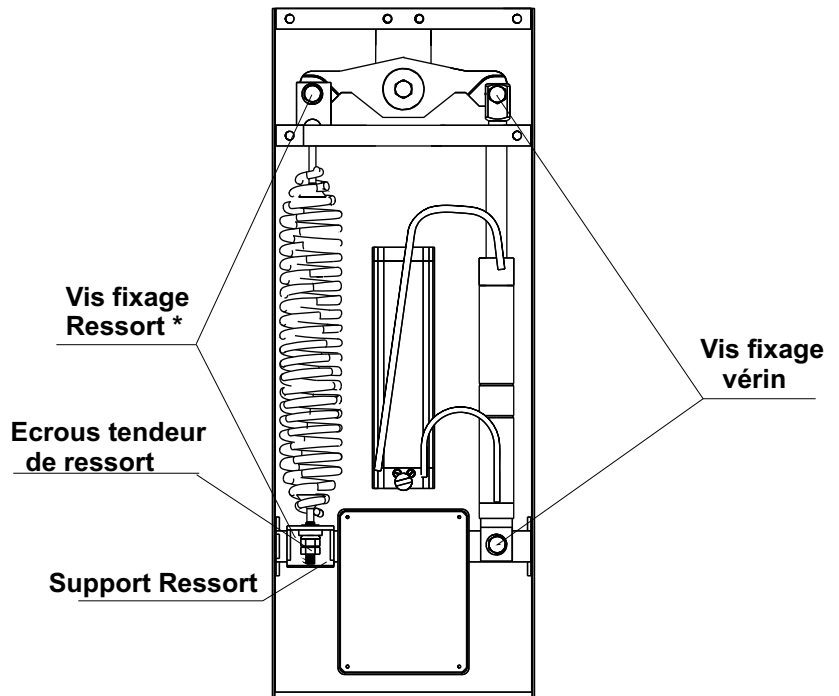

Fig. 3
- Enlever le ressort et le vérin intervenant sur les vis indiquées dans Fig.3.